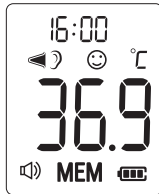

Abbildung 13
2. Das Thermometer speichert automatisch die letzten 30 Temperaturmesswerte. In jedem Datensatz werden auch Datum, Uhrzeit und Modus des Messergebnisses gespeichert. Jedes Mal, wenn die **⏻**-Taste gedrückt wird, zeigt das Display die früheren Messwerte an, die einer Zahl von 1–30 entsprechen. Die Zahl 1 steht für den letzten Messwert, während die Zahl 30 den ältesten gespeicherten Messwert anzeigt (siehe Abbildung 13).